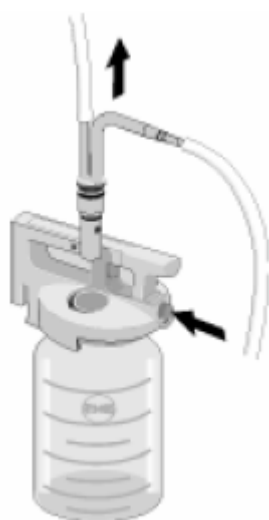

Рис.41. Отсоединение двоянной соединительной трубки.
- Отсоедините двоянную соединительную трубку от заполненной ёмкости (Рис.41). И присоедините её ко второй ёмкости, если необходимо.